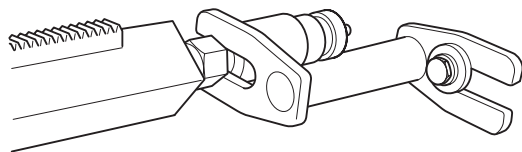

Fig.9
9. För ytterligare säkring av borrelaren kan expanderfäste användas (Fig. 9). Fästet justeras mot stämpskruven och fixeras i väggen med en expanderbult. Säkra med låsmutter 30 mm.
9. Som en yderligere sikring af boresøjlen kan ekspanderbeslaget anvendes (Fig. 9). Beslaget justeres mod stempelskruen og fastgøres i væggen med en ekspansionsbolt. Det sikres med en 30-mm-låsemøtrik.
9. For ytterligere sikring av borsøylen kan ekspanderfeste benyttes (Fig. 9). Festet justeres mot søyleskruen og fikseres i veggen med en expanderbolt. Sikre med låsemutter 30 mm.